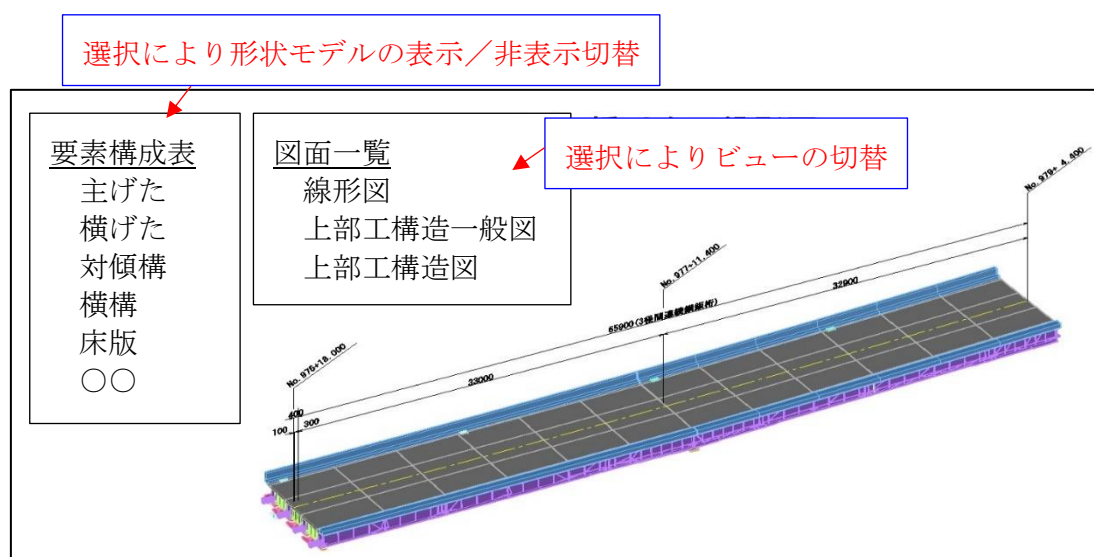

図 4-5 要素構成表及び図面一覧表の表示例
1. 形状モデルの表示・非表示の切り替えができるように、主げた、横げた、対傾構等の要素構成表を選択できることが望ましい（図 4-5 参照）。
3. モデル管理情報に設定された図面一覧を選択でき、平面図、断面図等の画面に切り替えできることが望ましい（図 4-5 参照）。